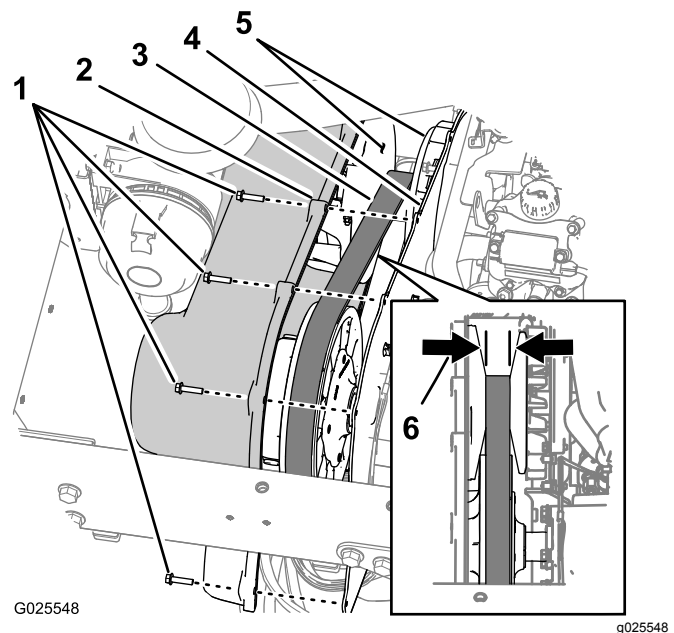

Figure 63
1. Retirez les 9 boulons à embase hexagonale (1/4 x 1") qui fixent le couvercle de la transmission à la plaque de montage (Figure 63).
2. Avancez le couvercle jusqu'à ce que la courroie d'entraînement soit visible (Figure 63).
3. Contrôlez l'état des faces coniques de l'embrayage primaire (Figure 63).
- Vérifiez si des crans de la courroie d'entraînement sont manquants ou endommagés (Figure 63).
- Mesurez et notez la largeur de la courroie (Figure 63).
Remarque: Si la largeur de la courroie est égale ou inférieure à 29,5 mm, remplacez la courroie (Figure 63).
- Alignez les trous du couvercle de la transmission sur ceux de la plaque de montage (Figure 63).
- Fixez le couvercle à la plaque de montage (Figure 63) au moyen des 9 boulons à embase hexagonale (1/4 x 1") que vous avez retirés à l'opération 1, et serrez les boulons à un couple de 10,2 à 12,4 N·m.